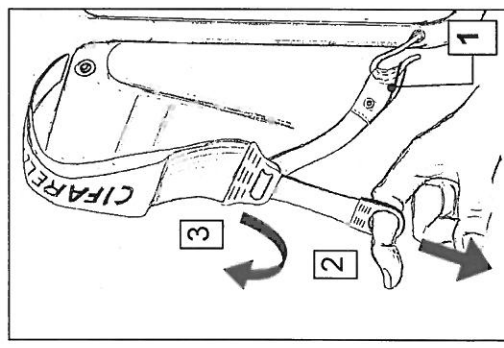

Figura 6 Regolazione spallacci
Gli spallacci devono essere agganciati al telaio per mezzo degli appositi occhielli (Figura 6 pos.1).
Per regolare al meglio gli spallacci è possibile tirarli o allentarli per mezzo dell'occhiello come si vede in Figura 6: con il movimento in direzione della freccia 2 si può stringere lo spallaccio, con il movimento della fibbia in direzione della freccia 3 è possibile allentarlo.